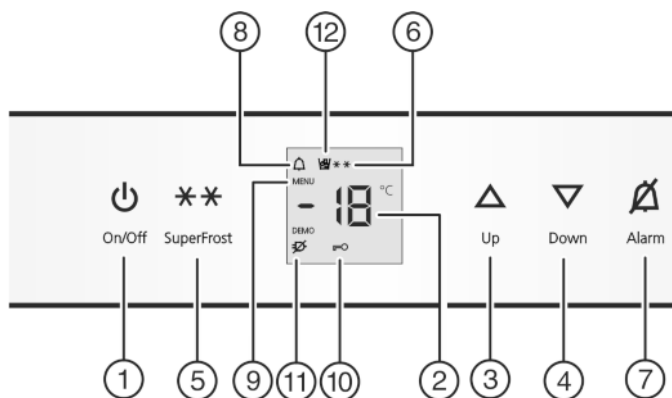

Fig. 2
- ▶ нажмите кнопку On/Off Fig. 2 (1).
- ▶ Активация режима настройки: удерживайте кнопку SuperFrost Fig. 2 (5) прилб. 5 секунд.
- ▷ Символ меню Fig. 2 (9) горит.
- ▶ Коротко нажмите кнопку SuperFrost Fig. 2 (5) для подтверждения.
- ▶ Для включения защиты от детей коротко нажмите клавишу SuperFrost Fig. 2 (5).
- ▷ Символ "Защита от детей" Fig. 2 (10) горит. На индикации мигает c.
- ▶ Для выключения защиты от детей коротко нажмите клавишу SuperFrost Fig. 2 (5).
- ▷ Символ защиты от детей Fig. 2 (10) гаснет. На индикации мигает c.
- ▶ Выход из режима настройки: нажмите кнопку On/Off Fig. 2 (1).
- ▶ Нажмите кнопку Alarm Fig. 2 (7).
Одновременно мигает индикация температуры и символ тревоги Fig. 2 (8).
Звуковой сигнал выключается автоматически, символ аварийного сигнала Fig. 2 (8) выключается и индикатор температуры перестает мигать, если температура снова становится достаточно низкой.
- ▶ Установка более высокой температуры: нажмите кнопку настройки Up Fig. 2 (3).
- ▶ Установка более низкой температуры: нажмите кнопку настройки Down Fig. 2 (4).